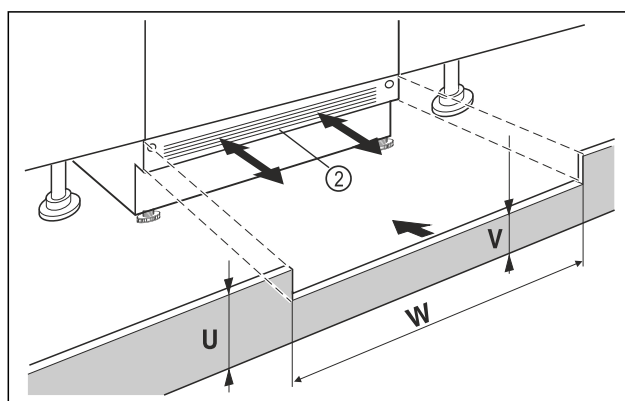

Fig. 16 Reprezentare exemplificatoare
- ▶ Așezați dar nu fixați încă masca postamentului aparatului Fig. 16 (2).
- ▶ Dacă masca postamentului Fig. 16 (2) este vizibilă, trageți-o spre înainte, astfel încât marginea frontală a grilajului de ventilare și masca postamentului mobilierului să formeze un plan.
- ▶ Dacă masca postamentului Fig. 16 (2) este acoperită, glisați-o complet spre înapoi.
- ▶ Acordați atenție fantelor de ventilare complet libere: Dacă este necesar, tăiați corespunzător înălțimea măștii postamentului mobilierului Fig. 16 (U)!
- ▶ Adaptați înălțimea pragului Fig. 16 (V) sub masca postamentului aparatului Fig. 16 (2) de-a lungul lățimii nișei Fig. 16 (W).